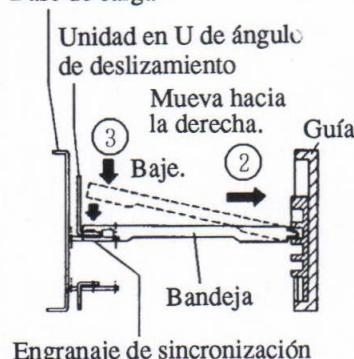

Figura 12
- Con la bandeja 1 ligeramente inclinada, como se indica mediante las líneas discontinuas de la figura 12, insértela hasta que la corredera y los orificios roscados de la bandeja 1 queden alineados, teniendo cuidado de que la corredera no se mueva hacia la parte posterior.